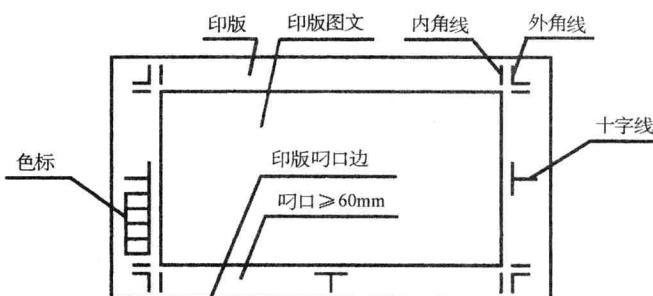

图 7-2 上机印版
(1) 检查印版背面。用手轻抚印版，检查版面是否平整，如粘有异物，须除去。
(2) 检查印版表面。将印刷面朝上放在装版台上，观察印版表面是否有擦伤，胶层是否剥落。再对照样张检查版面上是否有缺笔断画或粘有灰尘，红笔订正处是否已按要求改正等。
(3) 检查印版规格、规矩线、色标（见图 7-2）。
①印版规格尺寸。它包括印版长边与宽边尺寸、图文边到叼口边的尺寸和印版的厚薄尺寸。机器类型不同，对印版的规格尺寸要求也不同。如海德堡 102V 使用的印版尺寸为：770mm × 1030mm × 0.3mm；J4104 胶印机使用印版尺寸为：630mm × 680mm × 0.3mm。
②规矩线，也叫规线。规矩线是各色印版图文套准的依据，也是裁切印品的标准。常用的规矩线有角线、十字线。如图 7-2 所示，角线分外角线和内角线。外角线分布在印版四角处，作为第一色校版边角尺寸的依据。内角线也叫裁切线，其位置在外角线的里边，是印刷品的成品尺寸线。十字线一般应根据版面尺寸大小和套印要求设置 3~7 个，其中以每边中间的十字线为最重要，校版时常以此为基准。